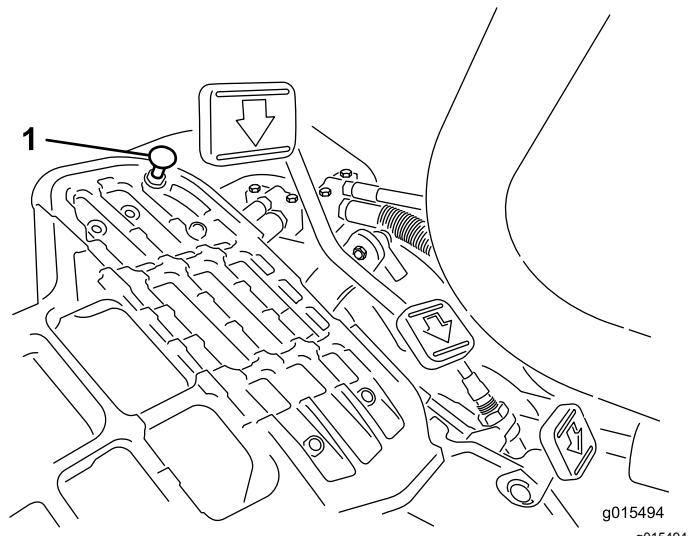

Figura 40
Per ottenere la velocità massima di trasferimento mettete la leva di comando delle funzioni in posizione di TRASFERIMENTO e premete il pedale di trazione. Se il pedale tocca il fermo (Figura 40) prima che avvertiate la tensione sul cavo, effettuate la seguente procedura di regolazione:
1. Spostate la leva di comando delle funzioni in posizione di TRASFERIMENTO e allentate il dado di bloccaggio che fissa il fermo del pedale alla piastra di appoggio (Figura 40).